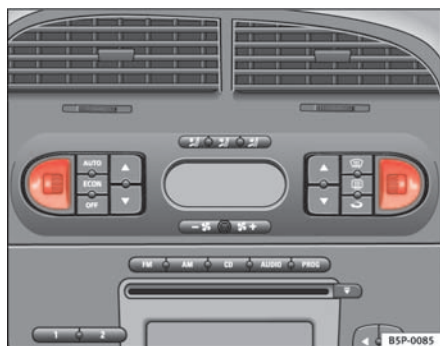

Fig. 94 Ruedecillas moleteadas de la calefacción de los asientos delanteros
- Gire la ruedecilla correspondiente ⇒ **fig. 94** para encender la calefacción del asiento. En la posición **0** la calefacción del asiento está desconectada.